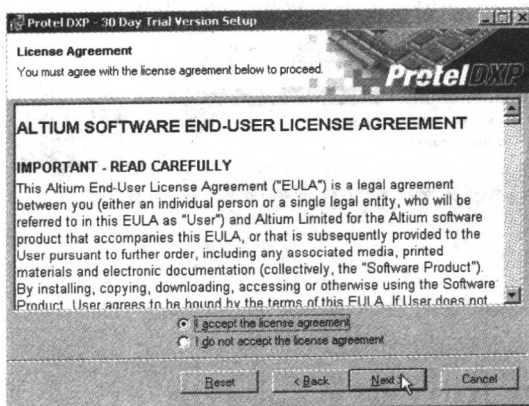
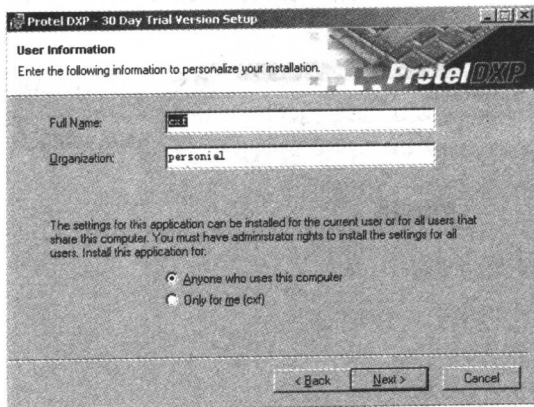
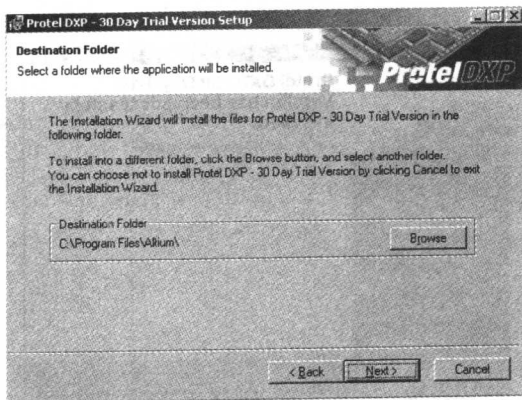

图 1-4 安装协议许可对话框
图 1-5 安装向导第三步对话框
图 1-6 修改安装路径对话框
(4) 单击 Next 按钮, 进入安装协议许可对话框, 如图 1-4 所示。
(5) 单击图 1-4 中的 I accept the license agreement 单选框, 接受安装许可协议, 然后单击 Next 按钮, 进入安装信息输入对话框, 如图 1-5 所示。
(6) 安装进程自动搜索安装信息, 在如图 1-5 所示的对话框中采用默认设置即可, 单击 Next 按钮, 继续设置安装过程, 弹出如图 1-6 所示的安装路径设置对话框。